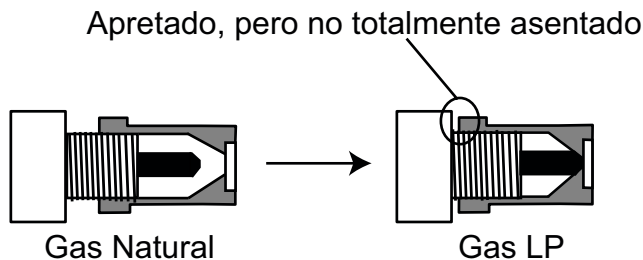

Figura 5: Conversión del orificio del asador
3. Ajuste el orificio. El orificio se encuentra detrás del quemador de asado en la pared trasera del horno (Vea la Figura 5). Use una matraca con dado de 1/2”